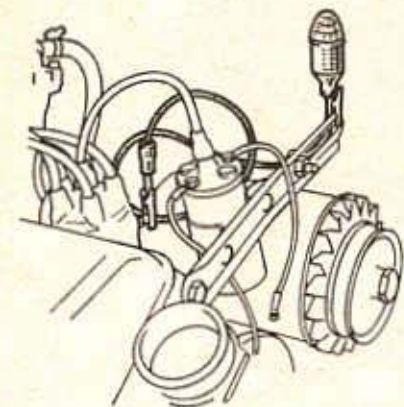

Fig. 14. — Utilisation d'une lampe témoin
- une lampe témoin entre cette borne et la masse (fig. 14),